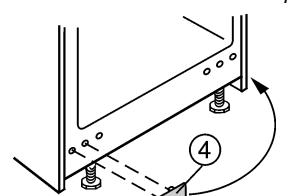

Fig. 4
- ▶ Retire la cubierta Fig. 4 (4) y cierre con ella los agujeros de fijación desocupados.